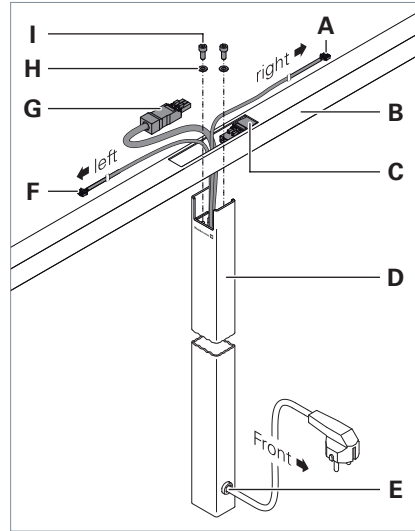

Fig. 3: Monter le tube porteur sur le bras vertical.
- ▶ Faites passer le câble **G** par le bas via l'ouverture dans le tube porteur **B**, voir Fig. 3.